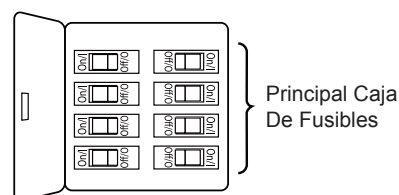

Figura 1
### Uso de perfil bajo (Figura 1)
1. Extraiga la pieza de la bola colgante de la unidad de la bola colgante / varilla aflojando el tornillo de presión de la bola colgante hasta que la bola se libere de la varilla. Retire el pasador del barral y luego extraiga la semiesfera. Conserve el pasador y la semiesfera para su reinstalación en el paso 6. (Figura 1)
Para evitar una posible descarga eléctrica, asegúrese de cortar la alimentación eléctrica de la caja de fusibles principal antes de colgar el ventilador. (Figura 1)
1. Para configurar el código de unidad del receptor. Deslice los interruptores de código a las mismas posiciones que en el transmisor. (Figura 1)
1. Instale la cubierta rotando la ranura clave en la cubierta sobre el tornillo de hombro del soporte del gancho, teniendo cuidado de no pillar los cables. Fije el tornillo de hombro. Instale adecuadamente y fije el segundo tornillo de hombro que fue anteriormente guardado. (Figura 1)
1. Alinee los orificios del aspa con el poste el ensamble del motor. Asegúrese de que el aspa esté completamente asentado sobre el volante del ensamble del motor. Coloque la placa de la pala sobre la pala con los orificios alineados e instale la pala en la rueda giratoria usando los tornillos de cabeza dentada, fije completamente los tornillos para fijar las palas en la rueda giratoria del motor. (Figura 1)
1. **IMPORTANTE:** El uso de un regulador de la intensidad completa (no incluido) para controlar la velocidad del ventilador dañará el dispositivo. Para reducir el riesgo de incendio o descarga eléctrica, no utilice dicho regulador para controlar la velocidad del ventilador. (Figura 1)